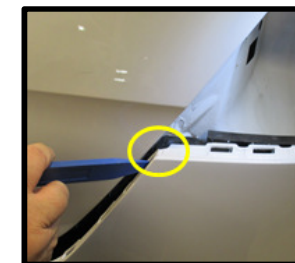
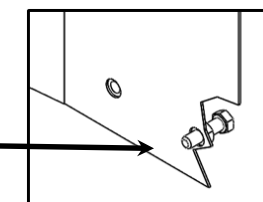

Figura 3
Figura 4
- Quitar la fascia trasera:** Con cuidado, halar hacia arriba desde el panel del receptáculo de la rueda trasera en cada lado, desenganchando las lengüetas al interior. Avanzar hasta las luces traseras y continuar quitando con cuidado a lo largo del soporte plástico de las luces traseras. Usando un destornillador pequeño o herramienta de recorte de molduras empujar hacia abajo sobre los sistemas de fijación entre la fascia y las luces traseras, según sea necesario. Continuar retirándola a lo largo de la parte inferior del baúl, levantando la fascia de abajo hacia arriba, según sea necesario. Halar cuidadosamente la fascia lejos del vehículo. Tener cuidado en la parte inferior del receptáculo de la rueda, hay (2) pasadores fijos, colocar cuidadosamente la fascia sobre los pasadores. Si los hay, desconectar cualquier arnés de cables o sensor de la fascia. Ambos lados. Nota: Usar la herramienta de molduras o un destornillador cerca de la esquina para lograr un ajuste apretado. Ver la Figura 3.
- Quitar el parachoques:** Quitar los (7) pernos del parachoques (cubo M13 y extensión de cubo), levantar según sea necesario para quitar el parachoques. Retirar y guardar para reinstalación.
- Opcional: Pernos para soporte:** Pasar (1) perno (pieza 1) a través de la tuerca de soldadura existente del lado delantero del panel lateral. Usar el perno para facilitar la instalación. Ambos lados. Ver la Figura 4.
4b. Quitar la fascia trasera: Halar cuidadosamente la fascia lejos del vehículo. Tener cuidado en la parte inferior del receptáculo de la rueda , hay (2) pasadores fijos, colocar cuidadosamente la fascia sobre los pasadores (ver la Figura 3a). Si los hay, desconectar cualquier arnés de cables o sensor de la fascia. Ambos lados. Nota: Usar la herramienta de molduras o un destornillador cerca de la esquina para lograr un ajuste apretado. Ver la Figura 3.
5. Quitar el parachoques: Quitar los (7) pernos del parachoques (cubo M13 y extensión de cubo), levantar según sea necesario para quitar el parachoques. Retirar y guardar para reinstalación.
6. Opcional: Pernos para soporte: Pasar (1) perno (pieza 1) a través de la tuerca de soldadura existente del lado delantero del panel lateral. Usar el perno para facilitar la instalación. Ambos lados. Ver la Figura 4.